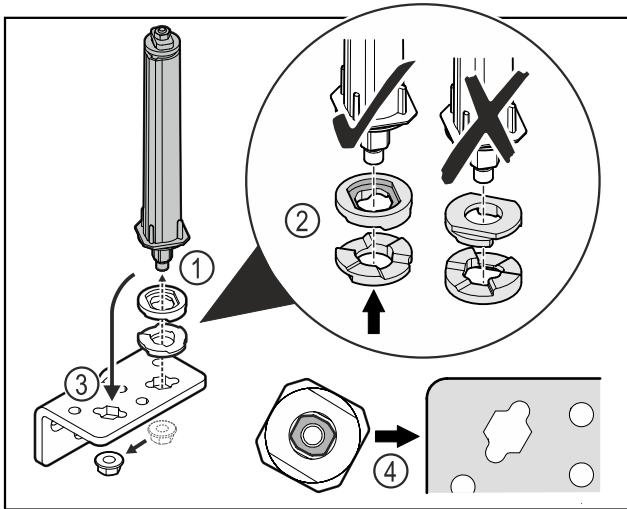

Fig. 40
- ▶ Отпустите гайку и демонтируйте систему закрытия двери Fig. 40 (1).
- ▶ Учитывайте правильность выравнивания шайб для регулировки высоты Fig. 40 (2).
- ▶ Переставьте систему закрытия двери в шарнирном уголке и зафиксируйте гайкой Fig. 40 (3).
- ▶ При установке учитывайте правильность выравнивания системы закрытия двери Fig. 40 (4).